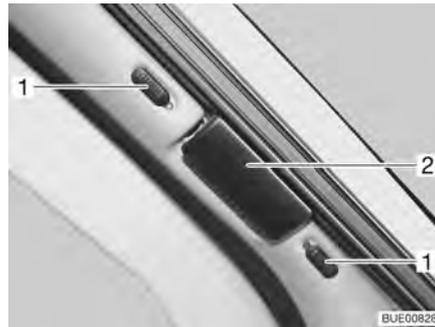
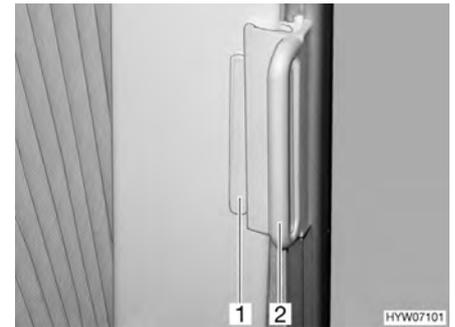

Fig. 62 Tendina oscurante pieghevole per il parabrezza
Fig. 63 Tendine oscuranti pieghevoli per il finestrino del guidatore e del passeggero
- Spingere verso l'alto o verso il basso i bottoni di bloccaggio della tendina oscurante pieghevole per il parabrezza (Fig. 62,1). Quando il punto rosso è visibile, il bloccaggio è aperto.
- Afferrare l'impugnatura (Fig. 62,2 e Fig. 63,2) delle tendine oscuranti pieghevoli e chiudere tirando con prudenza finché il fermo magnetico non blocca la tendina oscurante pieghevole.
- Spingere l'impugnatura della tendina oscurante pieghevole per il finestrino del guidatore e del passeggero (Fig. 63,2) sul sopralzo (Fig. 63,1). La tendina oscurante pieghevole è ora bloccata.